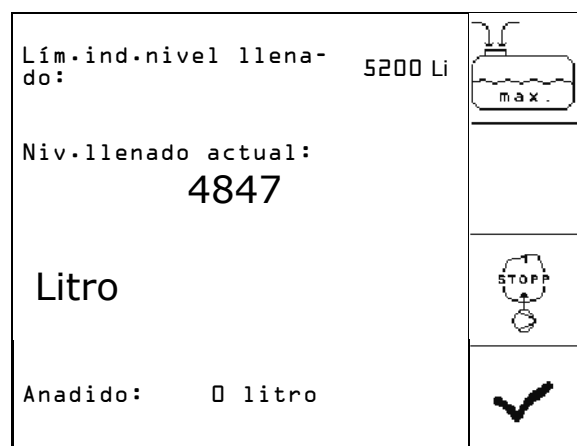

Fig. 89
1.  Activar el menú de llenado (Fig. 89).